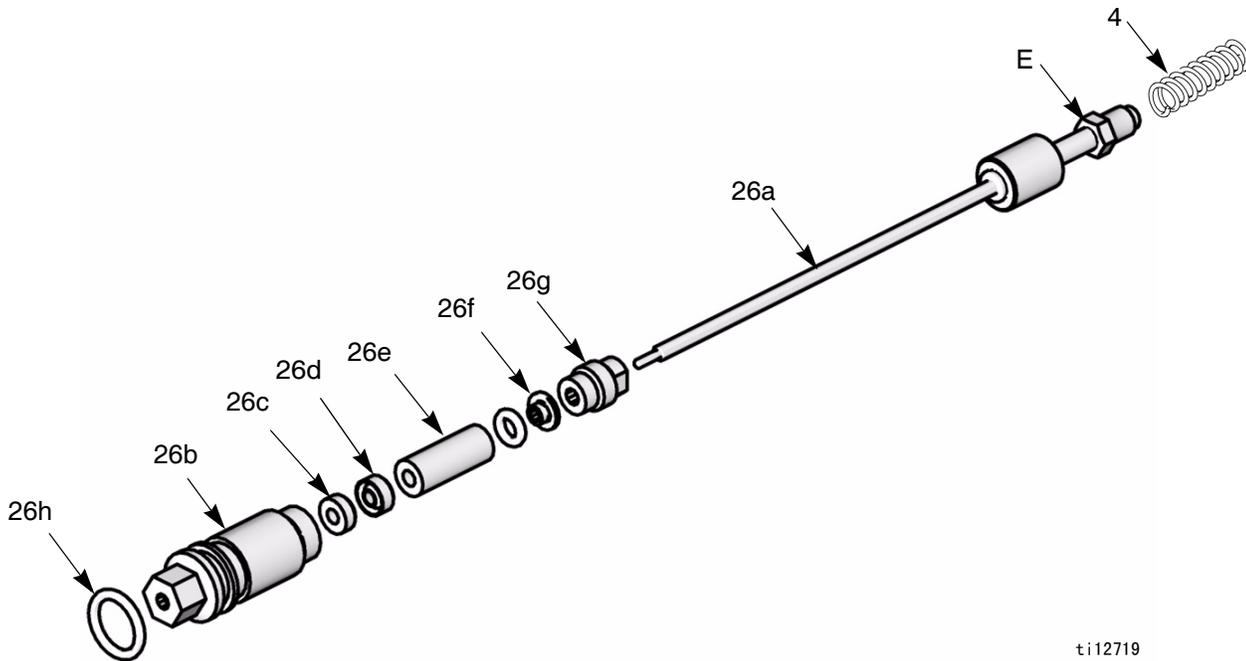

图 15. 密封杆
1. 将密封螺母 (26g) 和密封 (26f†) 放到流体杆 (26a) 上。密封螺母的平面部位必须朝向流体杆的背面。密封 O 形圈必须背向密封螺母。见图 15。
2. 给撑杆 (26e†) 的内部空腔加注绝缘脂 (40)。按所示方向将撑杆放到流体杆 (26a) 上。给撑杆的外侧充分地涂抹绝缘脂。
6. 如图所示，装上弹簧 (4) 让其顶住螺母 (E)。
7. 将密封杆组件 (26) 安装到喷枪枪筒内。用多用工具 (37) 拧紧组件直到刚好妥贴。
8. 装上扳机 (30) 和螺钉 (8)。